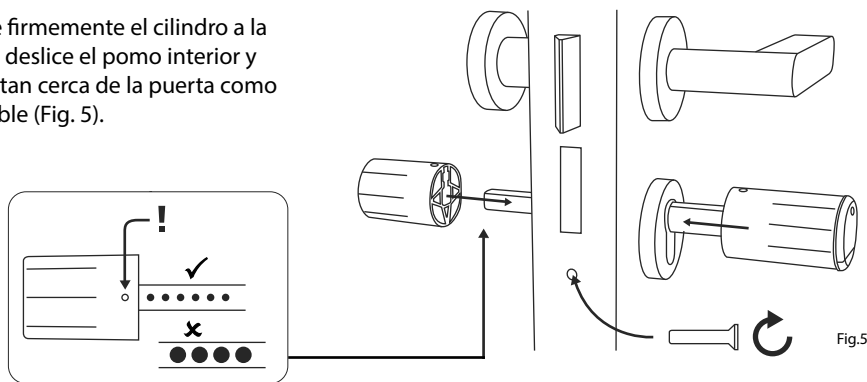

Fig. 5
- ⑤ Atornille firmemente el cilindro a la puerta y deslice el pomo interior y exterior tan cerca de la puerta como sea posible (Fig. 5).